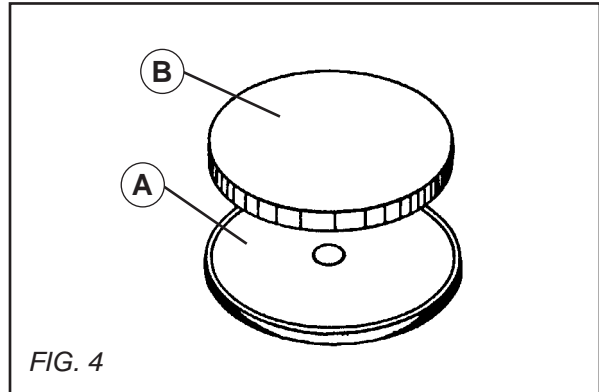

FIG. 4
• **PLATEAU PORTE FEUTRE [VOIR FIG. 4] :**
- Nettoyer la face d'appui du plateau (A).
- Enduire le feutre (B) de colle "Contact".